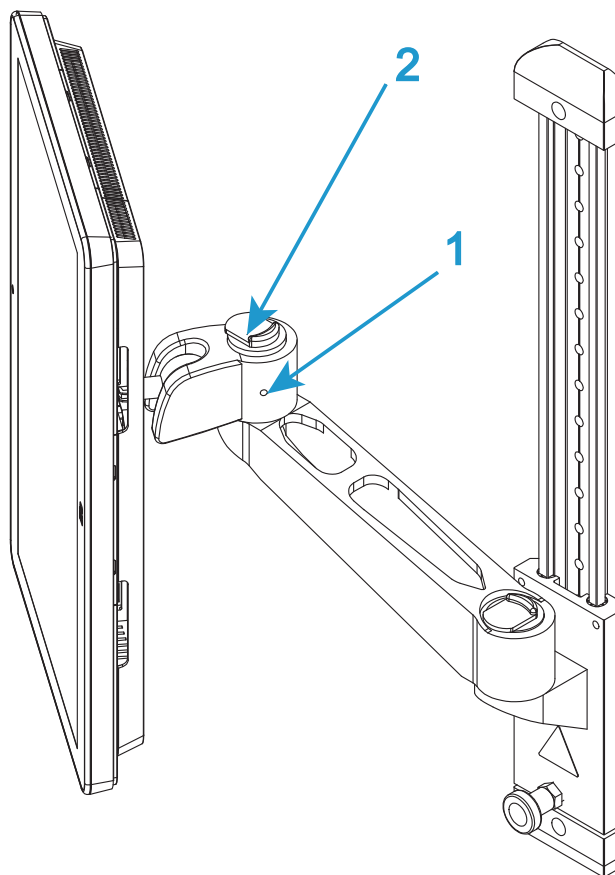
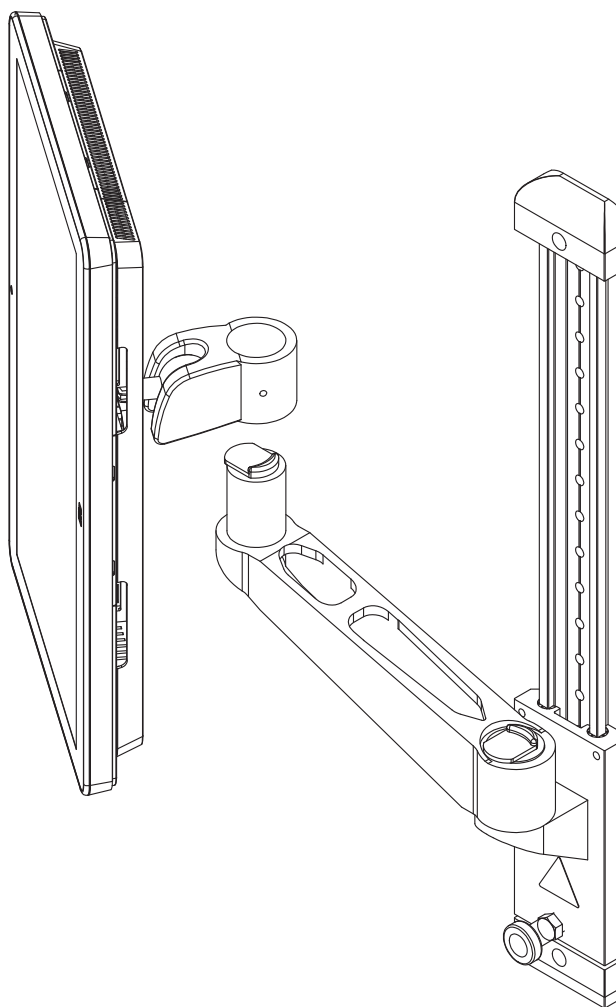

Figura 10. Brazo de montaje
Figura 11. Levante para retirar
3. En caso necesario, afloje el tornillo de ajuste en el lado del "codo" del brazo de montaje (1 en Figura 10 en la página 52).
4. Accione el mecanismo de liberación situado en la parte superior del "codo" (2 en Figura 10 en la página 52) y levante la Panel del operador Bluehill® alejándola del brazo de montaje (Figura 11 en la página 53).